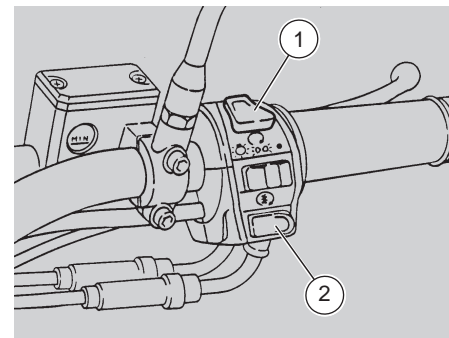
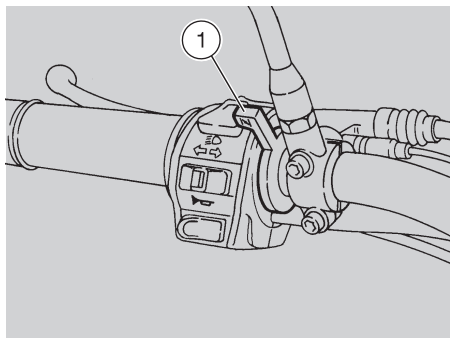
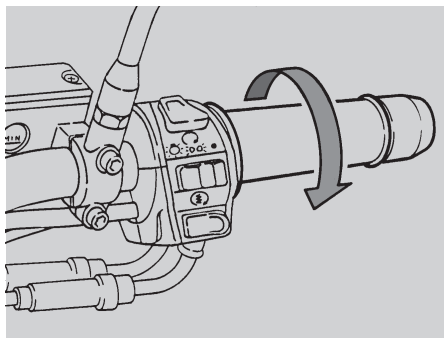

Fig. 19
Fig. 20
Fig. 22
- ◆ Portare l'interruttore di arresto del motore in posizione "O" (1 Fig. 19).
- ◆ Premere il pulsante " " (2 Fig. 19) senza accelerare, quindi rilasciarlo non appena il motore sarà avviato. Se l'avviamento avviene a motore freddo, tirare la leva " " (1 Fig. 20).
- ◆ Scaldare il motore finché gira normalmente con la leva per l'avviamento a freddo " " (1 Fig. 20) completamente ruotata in avanti.
- ◆ Ruotare la leva per l'avviamento a freddo "N" (1 Fig. 20)
- ◆ Premere il pulsante "Ⓢ" (2 Fig. 19) per qualche secondo (facendo girare il motore a vuoto) con la manopola acceleratore completamente ruotata (Fig. 22). Se il motore si avvia, rilasciare il pulsante "Ⓢ" e la manopola acceleratore. Nel caso il minimo risulti instabile, agire sulla manopola acceleratore con piccole e frequenti rotazioni. Se il motore non si avvia, attendere 10 secondi ed eseguire nuovamente la procedura di avviamento (pag. 28).
- ◆ Rilasciare dolcemente la leva della frizione e nel contempo aumentare la velocità di rotazione del motore ruotando gradualmente la manopola acceleratore (Fig. 22).